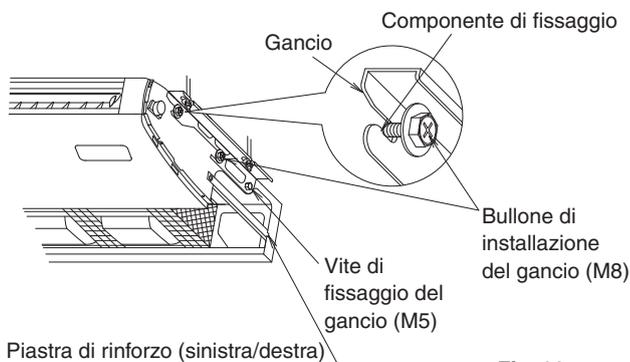

Fig. 11
- (2) Sollevare l'unità interna, farla scivolare dalla parte anteriore e inserire fermamente il bullone di installazione del gancio (M8) per una sospensione temporanea. (Fare riferimento alla Fig. 11)
- (3) Stringere le viti di fissaggio del gancio (M5), che erano state rimosse, in 2 punti, posizionandole come prima. (Fare riferimento alla Fig. 11) Evitare il disallineamento dell'unità interna.
- (4) Stringere fermamente i bulloni d'installazione del gancio (M8) in 4 punti. (Fare riferimento alla Fig. 11)